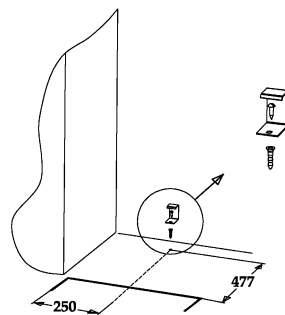

Рис.2 Разметка пола для установки предохранительного кронштейна
– установить плиту на рабочее место, отметить на полу линию передней стенки и габариты по ширине, как показано на рис. 2